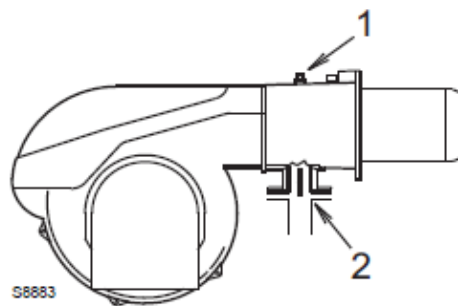

Рис. 22
Давление газа, измеренное в точке 1)(Рис. 22, стр. 21) при:
Потеря давления на газовой дроссельной заслонке 2)(Рис. 22, стр. 21) при максимальном открытии: 90°.
- вычитите давление в камере сгорания из давления газа, измеренного в точке 1)(Рис. 22, стр. 21).
Давление газа в точке 1)(Рис. 22) = 11.7 мбар
Чтобы рассчитать требуемое давление газа в точке 1)(Рис. 22), установите максимальную модуляционную производительность, требуемую от работы горелки:
- считайте справа (колонка 1) давление в точке 1)(Рис. 22);
давление, требуемое в точке 1)(Рис. 22).